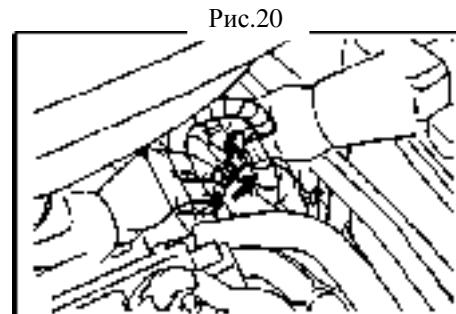

Рис.20
3. Отключите жгут проводов двигателя [4G18-3724100](рис.20).